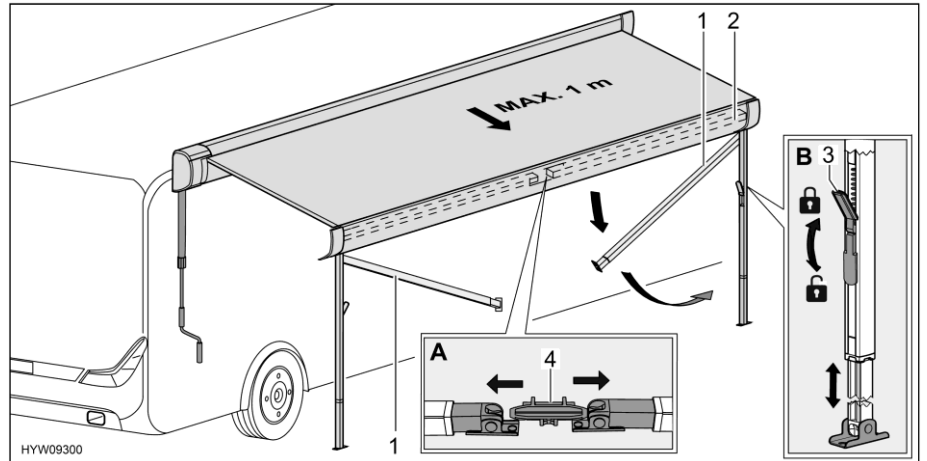

Bild 30 Förbereda stödfötterna
- Lossa stödfötterna (Bild 30,1) ur fästet (Bild 30,4) i frontlisten (Bild 30,2). Tryck stödfötterna lätt utåt (Bild 30,A).
- Lossa stödfötternas lås (Bild 30,3). Fäll ned låsarmen.
- Dra ut stödfötternas nedre del till önskad längd (Bild 30,B).
- Stäng stödfötternas lås (Bild 30,3). Fäll upp låsarmen.